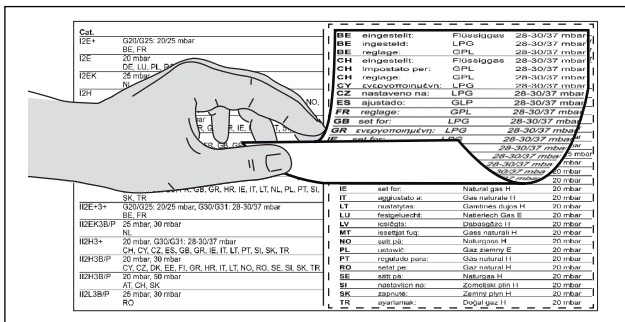

Fig. 5.27 Pose des étiquettes signalétiques du jeu de buses
- ▶ Collez l'étiquette signalétique du jeu de buses sur les emplacements prévus à cet effet, sous la table de cuisson (cf. fig. 5.27) et à l'arrière de la présente notice d'utilisation et de montage.